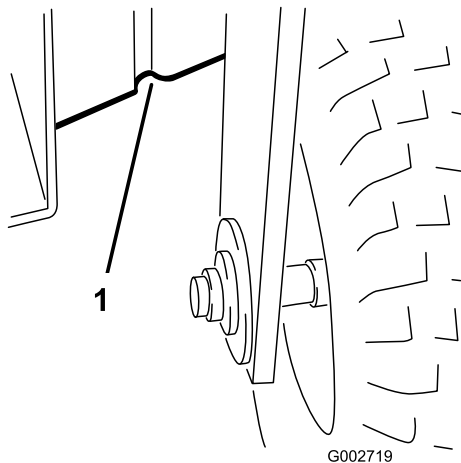

Figura 20
- Anteriori-sotto il telaio, dietro la ruota anteriore (Figura 20).